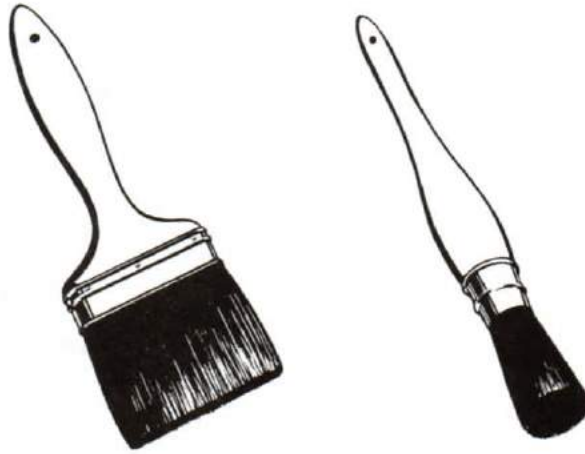

Figure 9-6
24. The first thing to do is select the right brush for the right job. Service flat brushes come in sizes from one to four inches, and sash tools, which are oval shaped, in sizes 2, 4, 6, and 8; number 8 being the largest size (1-1/8-inches). See Figure 9-6. Others are smaller corresponding to smaller size numbers. Hold the brush firmly but lightly above the ferrule; work the paint well into the brush at the beginning, and then dip the brush about 2 inches into the paint, tap it lightly on the side of the pot, and carry it to the surface to be painted. Make strokes firmly and smoothly. Do not press too hard, but, on the other hand, do not let the brush float across the surface. Never pound, daub, or force a brush into corners.
24. En tout premier lieu, le peintre doit choisir le pinceau qui convient au travail à exécuter. Les pinceaux réglementaires fournis vont de un à quatre pouces et les pinceaux à châssis, de forme ovale, sont numérotés 2, 4, 6 ou 8; le dernier type est le plus grand (1 1/8") (voir la figure 9-6). D'autres plus petits portent un numéro qui correspond à leur taille. Il faut tenir fermement le pinceau, sans le serrer, au-dessus de la virole; au début, bien imbiber le pinceau de peinture, puis le plonger dans quelque deux pouces de peinture, le retirer et le passer légèrement sur le bord du pot de peinture avant de l'appliquer à la surface à peindre. Peindre en mouvements fermes et égaux. Ne pas appuyer trop fort sur le pinceau, mais ne pas non plus le laisser effleurer seulement la surface. Ne jamais marteler ou barbouiller et ne jamais aller dans les coins en forçant le pinceau.